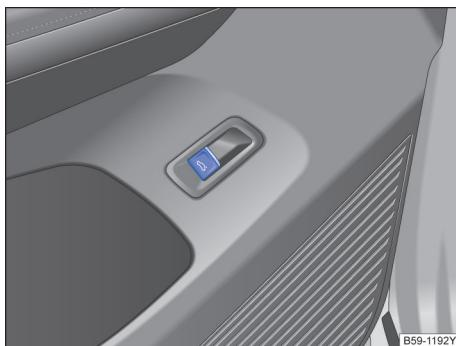

图 60 在驾驶员侧车门内：行李厢盖的开锁按钮
向上拉驾驶员侧车门内的按钮 → 图 60。行李厢盖自动打开。
- 或：向上拉驾驶员车门内的按钮  → 图 60。即使点火开关关闭时，按钮也能起作用。